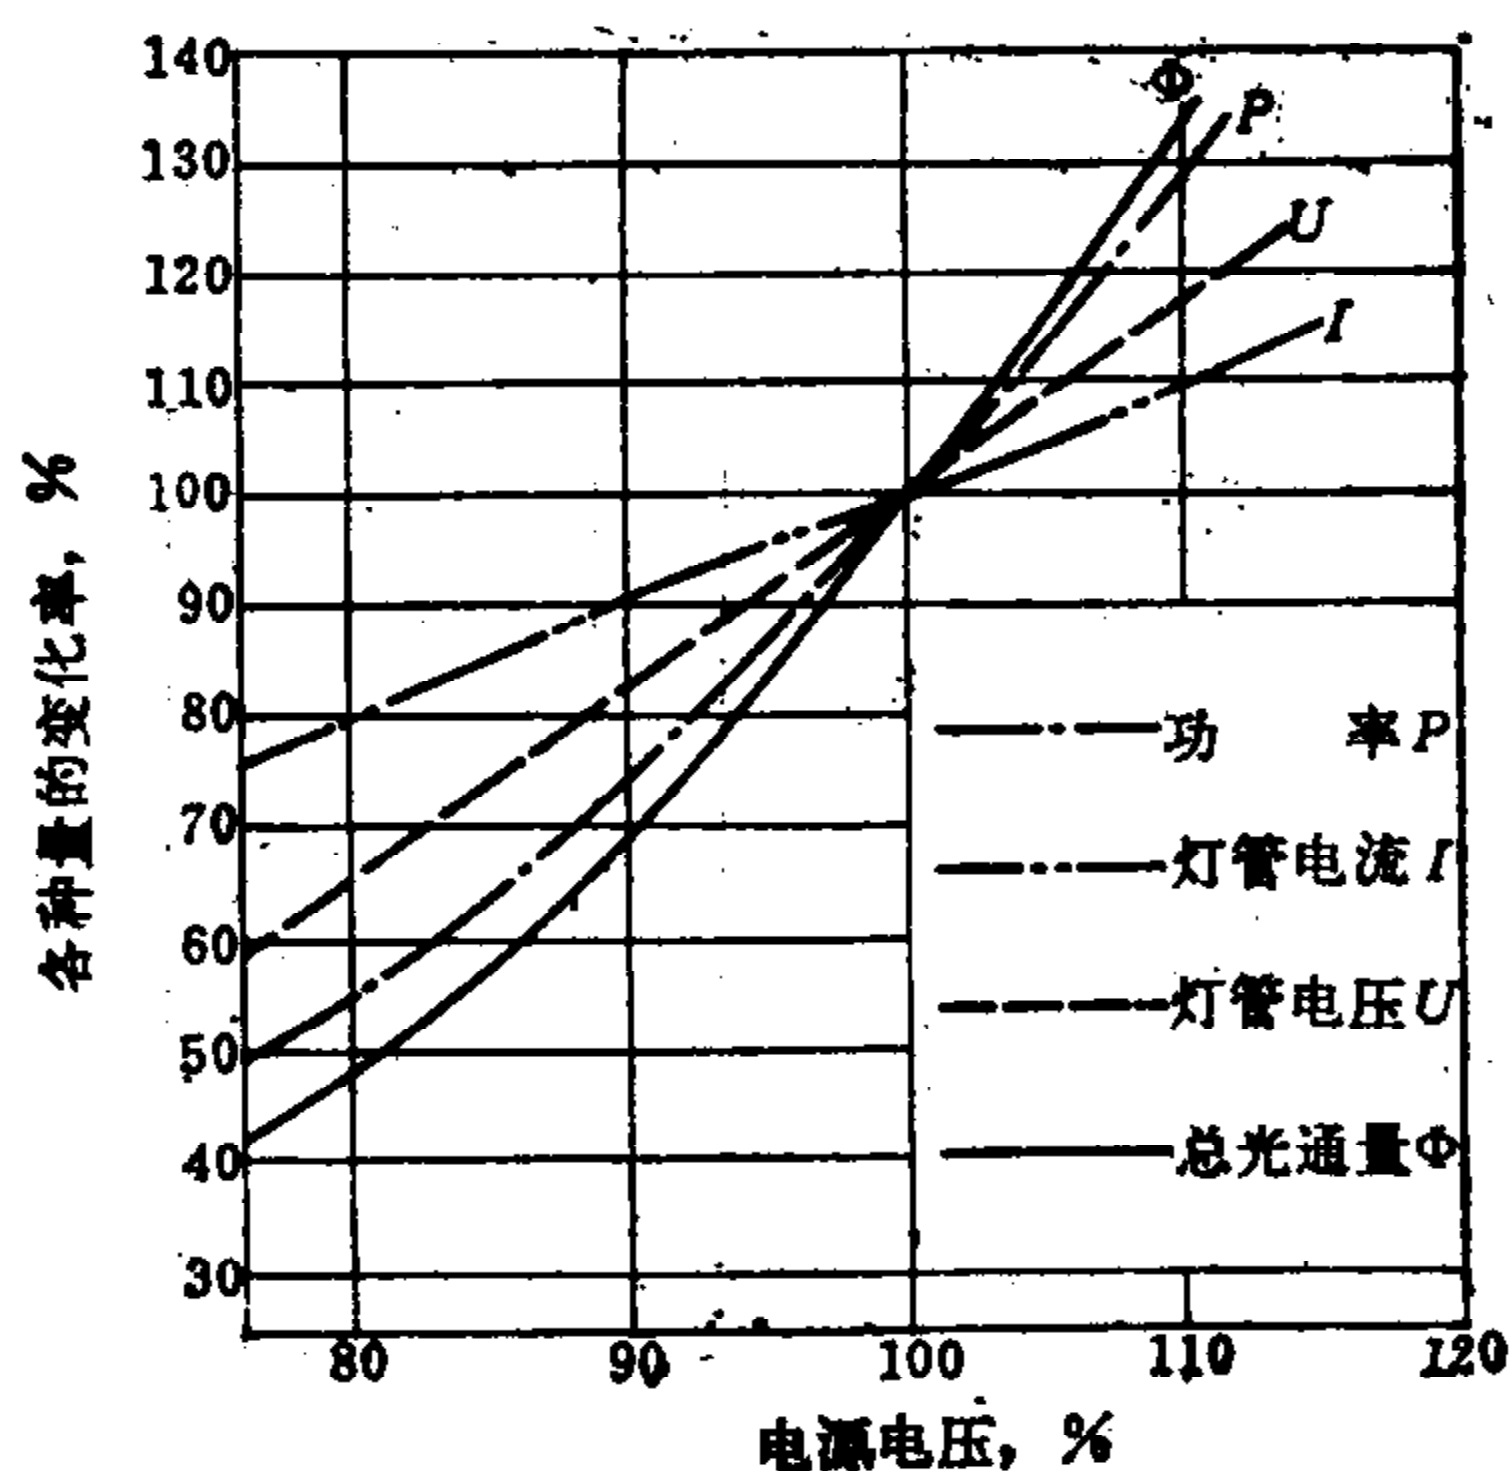

图 39-2-8 电源电压变化对 400 W 高压钠灯光电参数的影响
(1) 电源电压的变化不宜大于  $\pm 5\%$ ，电源电压的变化对 400 瓦高压钠灯光电参数的影响见图 39-2-8 所示。高压钠灯的管压、功率及光通量随电源电压的变化而引起的变化比其它气体放电灯大。当电源电压上升时，由于管压降的增大，容易引起灯自熄。电源电压降低时，光通量将减少，光色变差。